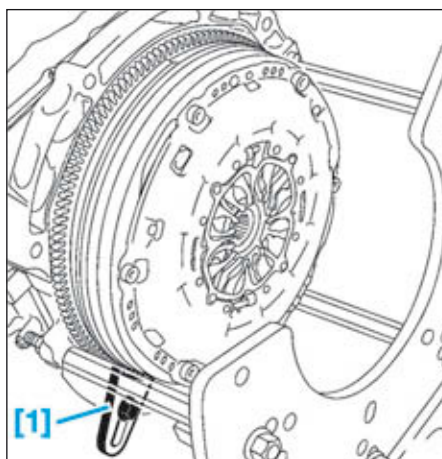

FIG.88
- Mettre en place l'outil de blocage volant moteur [1] (Fig.88).